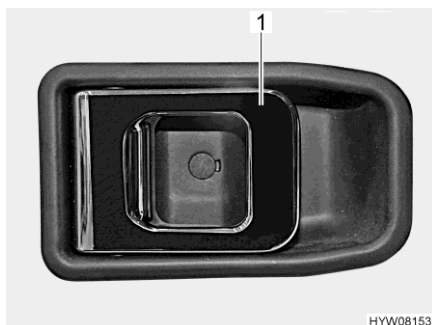

Bild 53 Dörrlås (förardörr/ingångsdörr på insidan)
- Drag i handtaget (Bild 53,1). Dörrlåset låses upp respektive öppnas.
- Tryck ned handtaget (Bild 53,1). Dörrlåset låses.